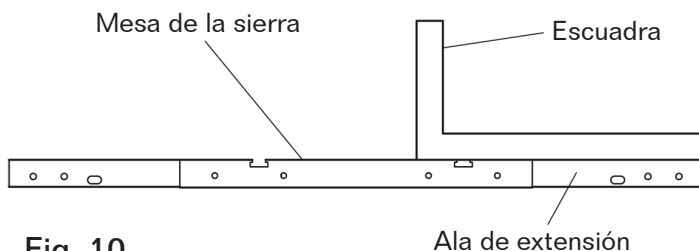

Fig. 10
- Verifique el ala de extensión en el lado opuesto del disco. Repita el procedimiento anterior hasta conseguir la cuadratura. (Fig. 10)